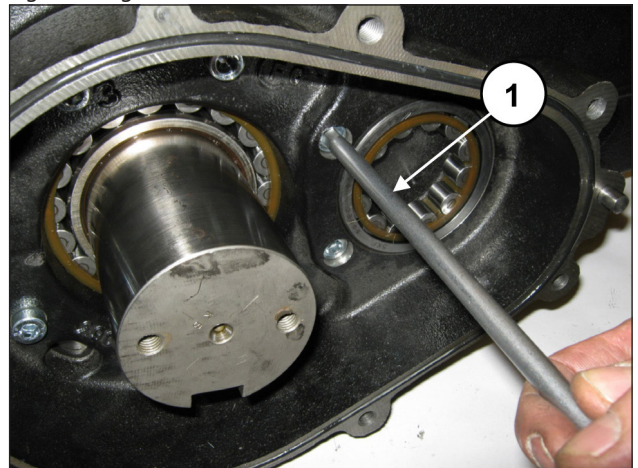
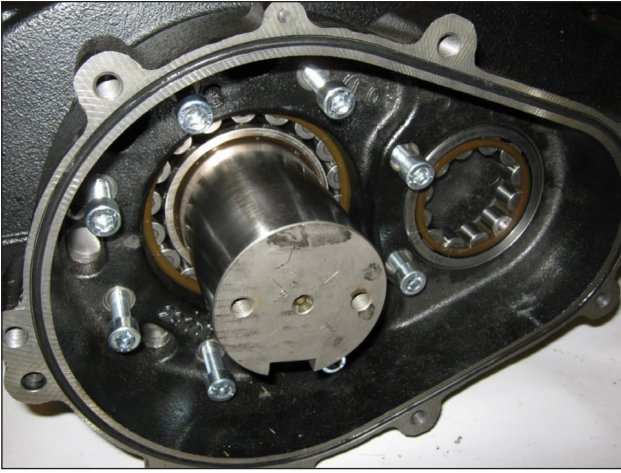

Fig. 21
Fig. 22
Dévisser les vis de fixation du boîtier du réducteur (rep. ①, Fig. 21 et Fig. 22).